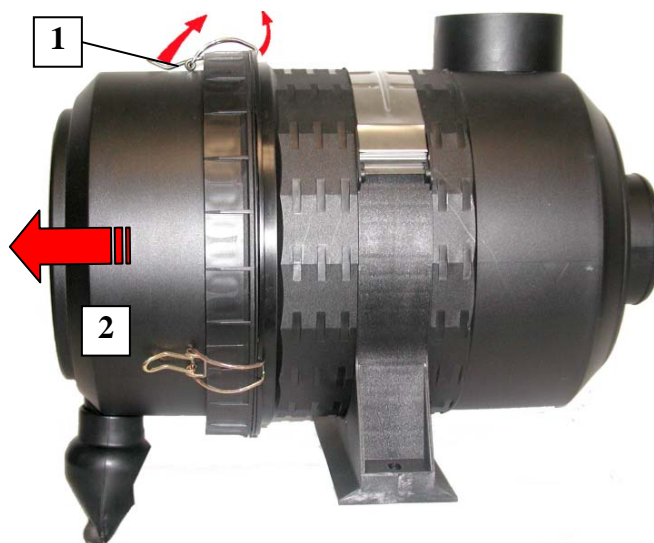

Fig. 4 Togliere la parte inferiore del corpo
- Sbloccare le chiusure di serraggio (1) e togliere la parte inferiore del corpo (2) (vedi Fig. 4).